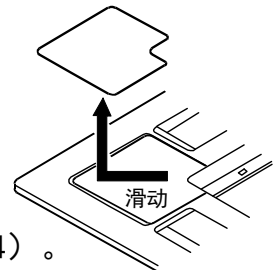
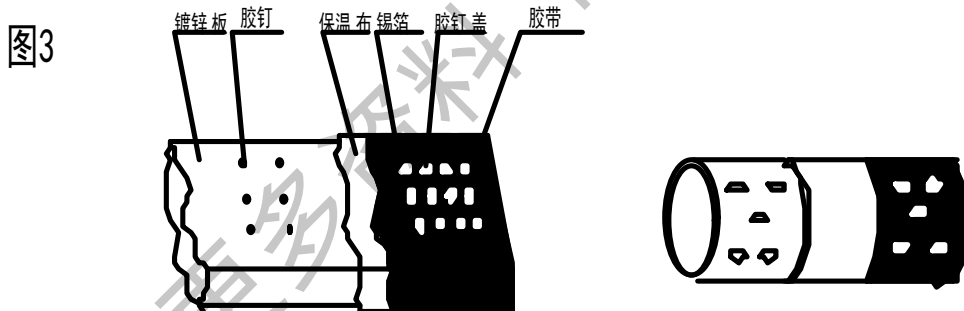

图4
图3
撕掉角盖上的固定胶带，滑动后，即可卸下角盖(参见图4)。
- 按图4箭头所示方向扭动，调整装饰面板，使之完全覆盖天花板开口。
- 内藏式室内机安装时必须设计安装回风箱，如图3, 图4。
- 送回风管上都应有保温层, 首先将胶钉粘在风管上, 然后将带有一层锡箔纸的保温棉附上, 用胶钉盖固定, 最后用锡箔胶带封严连接口处。如图 3